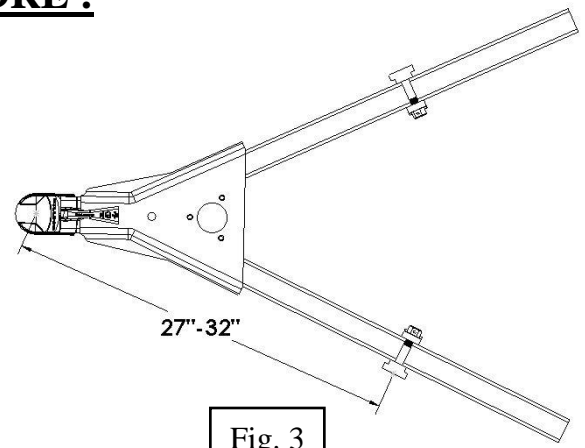
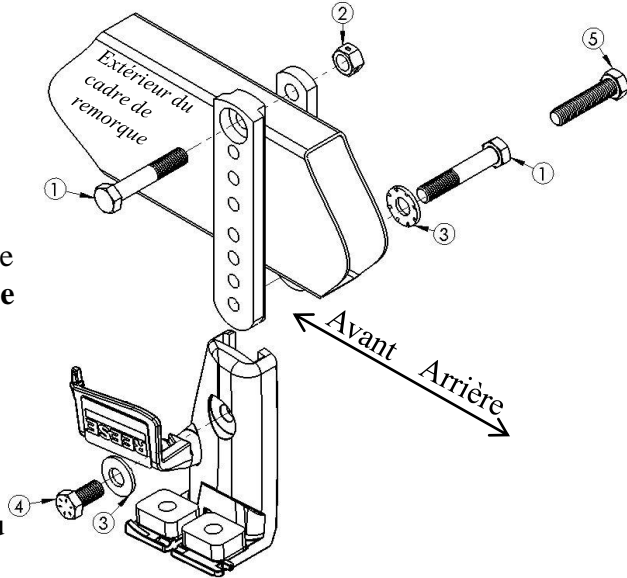

Fig. 3
Fig. 4
1. Utiliser un ruban à mesurer pour localiser un point à 27 à 32 po le long du cadre en A à partir du centre du coupleur. Marquer ce point au crayon sur les deux côtés du cadre en A (voir Fig. 3).
2. Insérer un boulon 5/8 po de 3 1/2 po de long (1) à travers le grand trou de la **barre en T** et le trou simple de la **barre de serrage**.
3. Fixer à l'aide d'un contre-écrou 5/8 po (2) et serrer à la main.
4. Glisser la **barre en T** et la **barre de serrage** par-dessus le cadre où la marque de l'étape 1 est située. La **barre en T** doit se situer à l'extérieur du cadre en A, avec le grand trou orienté vers l'extérieur (voir Fig. 4). Laisser 1 po de dégagement sur les deux côtés de la **barre en T**.
5. Insérer un deuxième boulon 5/8 po *depuis l'intérieur* à travers une rondelle conique et la **barre de serrage** puis visser dans la **barre en T**. Utiliser les trous les plus hauts, non obstrués par le bas du cadre (voir Fig. 4).